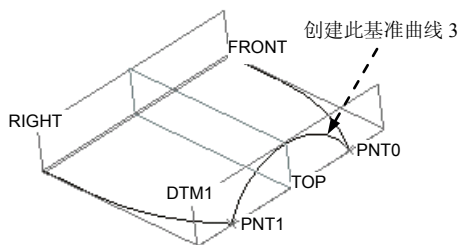

图 6.2.17 创建基准曲线 3
(4) 选择 **Plane (平面)** 命令，再选择 TOP 基准平面为镜像中心平面；选择 **Done (完成)** 命令。
Step4. 创建图 6.2.17 所示的基准曲线 3，相关提示如下。